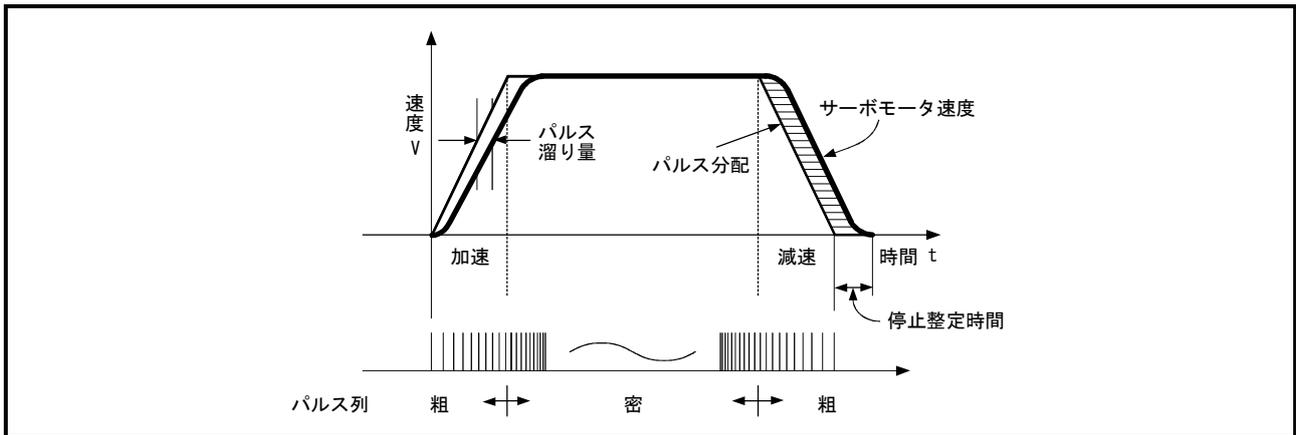

図1.3 QD70Dからの出力パルス
① QD70Dからは図1.3に示すように、サーボモータの加速時のパルス列は粗く、指令速度に近づくにつれ密になります。
② 指令速度では一定のパルス列になります。
③ サーボモータの減速時、QD70Dはパルス列を粗くして最後にパルスを「0」にします。